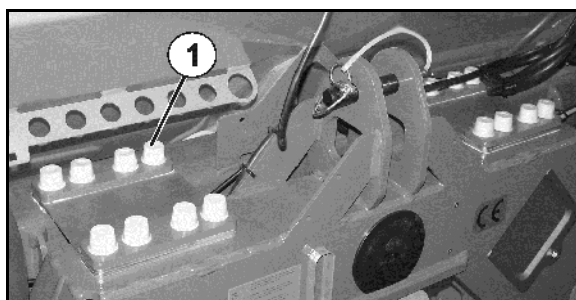

Fig. 54
- 2 x 8 vis des ressorts à lame (Fig. 54/1)